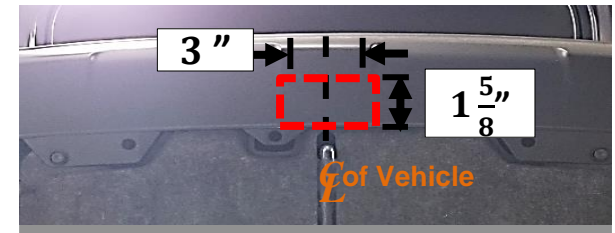

Figura 2
5. Recortar la fascia inferior: Con una cinta métrica, un marcador y una navaja utilitaria, medir, marcar y recortar la fascia inferior. Ver **Figura 2**. Verifique si hay sensores y/o cableado en el interior de la fascia antes de recortar. Las dimensiones son aproximadas.